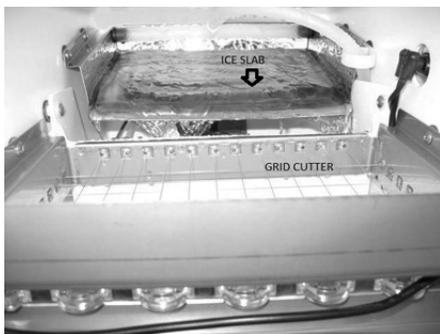

Figure 20
5. Laissez la glace tomber de l'évaporateur, enlevez et jetez la plaque de glace (Voir les Figures 20 et 21).